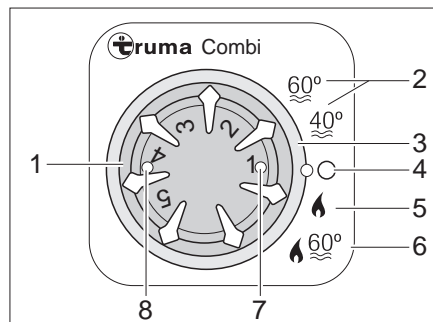

Fig. 189 Centralina di controllo per riscaldamento/boiler
- Impostare la modalità di funzionamento tramite l'interruttore girevole (Fig. 189,3).
Il riscaldamento seleziona da solo lo stadio necessario del bruciatore a seconda dello stadio di riscaldamento regolato. Durante la modalità di funzionamento "Riscaldamento e boiler" (Fig. 189,6) si riscalda anche l'acqua nel boiler. Nella modalità di funzionamento "Riscaldamento senza boiler" (Fig. 189,5) il riscaldamento può funzionare anche con boiler vuoto.
- Posizionare la manopola della temperatura (Fig. 189,1) della centralina di controllo sullo stadio di riscaldamento desiderato.
- Posizionare l'interruttore girevole (Fig. 189,3) sul funzionamento invernale "Riscaldamento senza boiler" (Fig. 189,5) o sul funzionamento invernale "Riscaldamento e boiler" (Fig. 189,6).
La spia di controllo verde (Fig. 189,7) si accende.
- Posizionare l'interruttore girevole (Fig. 189,3) su "O" (Fig. 189,4).